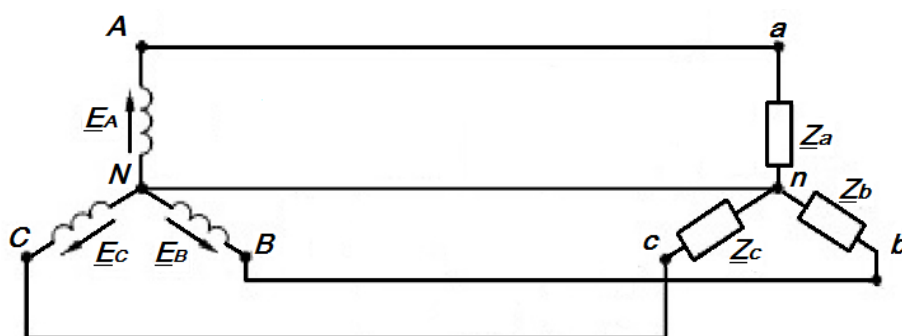

Рис. 1.23. Схема связанной трехфазной электрической цепи
3. Собрать связанную трехфазную электрическую цепь с нейтральным проводом по схеме рис. 1.23. Сопротивления  $Z_a, Z_b, Z_c$  выбирают из набора сопротивлений комплектующих лабораторного стенда УИЛС-1 исходя из обеспечения симметричной и несимметричной нагрузки. Узел  $N$  собирают на наборном поле лабораторного стенда присоединением одного из выходов каждой фазы блока питания трехфазной цепи.
4. Измерить фазные напряжения и токи во всех фазах цепи для вариантов схемы рис. 1.23 с симметричной и несимметричной нагрузкой. Результаты записать в табл. 1.17.
5. Измерить линейные напряжения цепи для вариантов схемы рис. 1.23 с симметричной и несимметричной нагрузкой. Результаты записать в табл. 1.18.